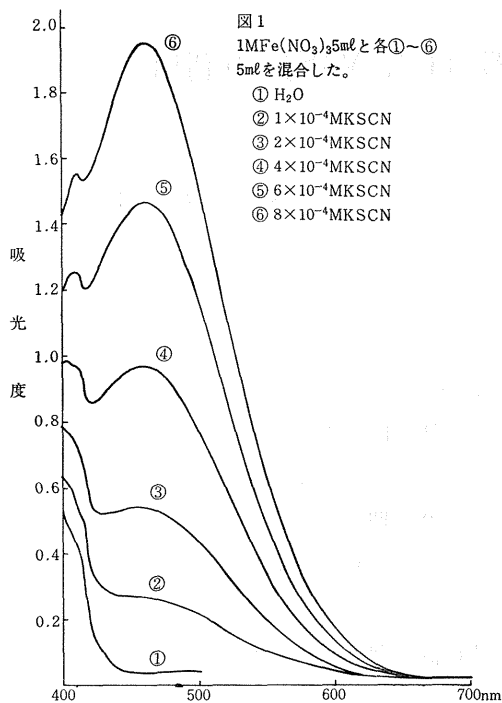
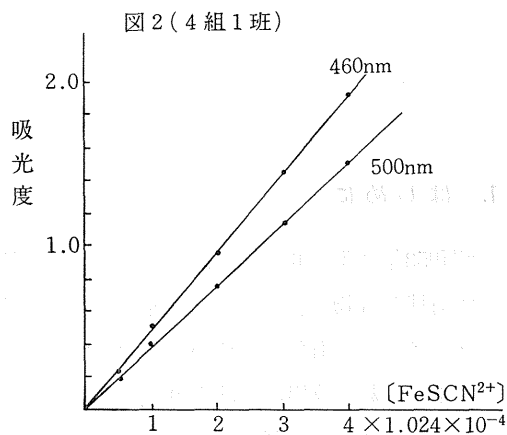

図1
図2 (4組1班)
教師が以下の①~④を行い図1のチャートをつくり生徒に配布した。生徒はこのチャートをもとに⑤により検量線をつくった。(図2)
- ① $\text{Fe}(\text{NO}_3)_3 \cdot 9\text{H}_2\text{O}$  (404.02) 40.4140g を純水にとかして全量を 1000 ml とし約 1 M/l (×1.000) の溶液をつくる。加水分解を防ぐため conc  $\text{HNO}_3$  20 ml 加える。
- ②KSCN (97.19) 0.9950 g を純水にとかして 100 ml とし約 0.1 M/l (×1.024) 溶液にする。さらにこれをうすめて約 1/1000 M/l とする。
- ③上記 1/1000 M/l をうすめて、 $1 \times 10^{-4}$ ,  $2 \times 10^{-4}$ ,  $4 \times 10^{-4}$ ,  $6 \times 10^{-4}$ ,  $8 \times 10^{-4}$  M/l の溶液をつくる。(×1.024)
- ④③の各溶液 5 ml に①の  $\text{Fe}(\text{NO}_3)_3$  5 ml を加え吸光度を測定する。(図1)
- ⑤吸光度 (縦軸) と KSCN の濃度 (これを  $\text{FeSCN}^{2+}$  の濃度とみなす) (横軸) の関係をグラフにし検量線とする。(460 又は 500 nm) (図2) 注意 (等量混ぜるから濃度は前の 1/2 になる。また  $\text{Fe}^{3+}$  でも少し吸収があるからその分を引いて吸光度とする。)